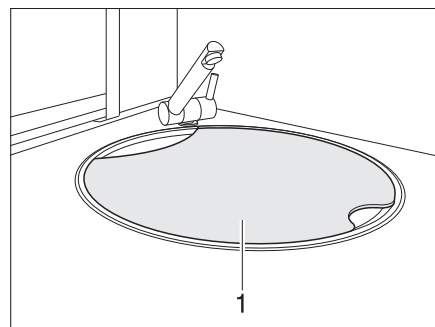

Bild 11 Spülenabdeckung
- ▶ Bei einem Unfall oder bei einer Notbremsung kann die Spülenabdeckung (Bild 11,1) die Insassen des Fahrzeugs verletzen. Vor der Fahrt die Spülenabdeckung von der Spüle nehmen und sicher im Küchenblock oder im Kleiderschrank verstauen.